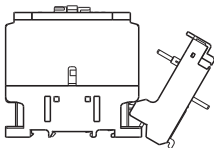

图6
7.2.2 左手拿起接触器，右手拿起连接器，如图6所示。将连接器向右侧倾斜，先使连接器底部的挂钩穿入接触器底部对应的方孔，然后顺时针转动连接器，在此期间观察连接器上的铜导线及接触板应分别插入接触器线圈接线端子与主接线端子。